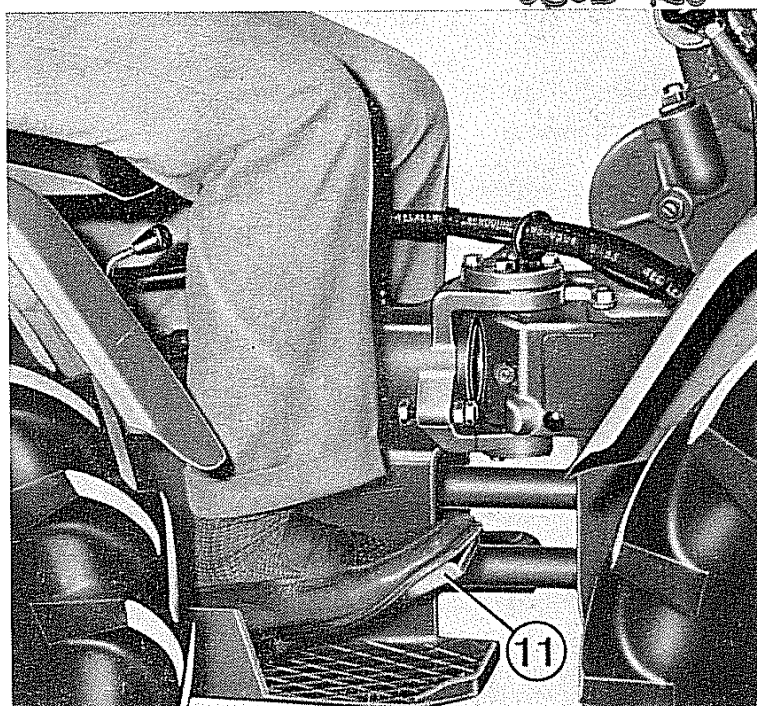

Fig. 72 - Frenatura di servizio
Di tipo meccanico con comando a pedale (11), agisce sulle ruote posteriori della macchina. (Fig. 72).